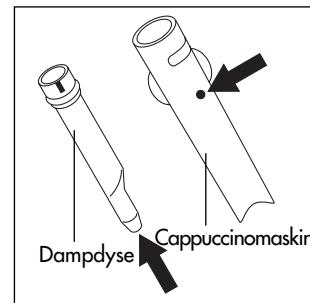

Fig.27
- Sjekk at de to hullene angitt av pilene i fig. 27 ikke er tilstoppet.